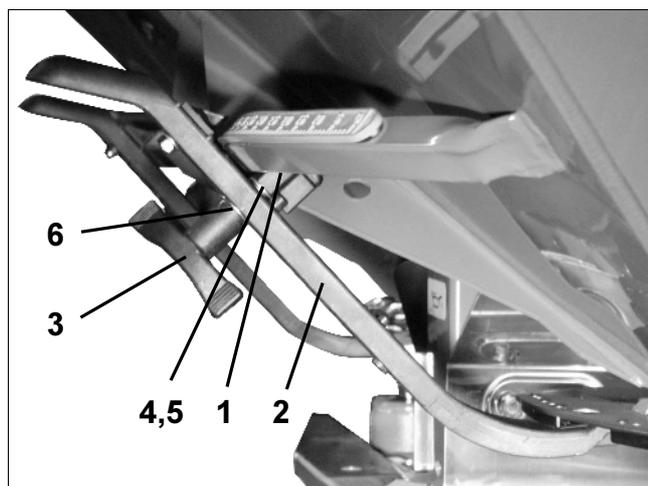

Fig. 105
- Réglez le dispositif de blocage (Fig. 105/1) du levier de réglage (Fig. 105/2) en procédant comme suit:
- Dévissez l'écrou à ailettes (Fig. 105/3).
- Sortez la vis et faites passer les deux rondelles (Fig. 105/4) de l'arrière (Fig. 105/5) vers l'avant (Fig. 105/6).